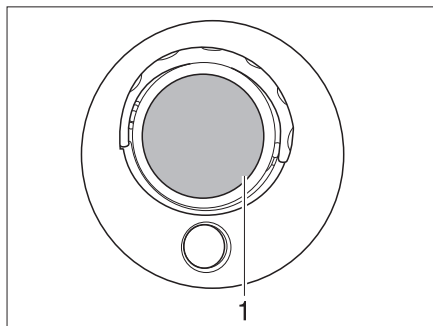

Fig. 258 Lámpara halógena sobre revoque de la cabina del conductor (modelo I)
- Sacar la cubierta de vidrio (Fig. 258,1) con cuidado, haciendo palanca con una herramienta apropiada (p. ej. destornillador) y retirarla.